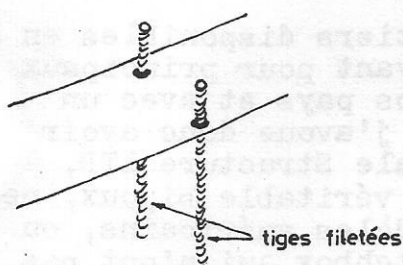

FIG. 10
- un autre moyen pour les bricoleurs avertis consiste à monter les rampes sur des tiges filetées, maintenues sur les parois du caisson au moyen d'un bloc de bois. Il sera donc aisé de régler la hauteur des rampes au moyen de deux écrous. Il est même possible dans ce cas d'incliner la rampe et ainsi lui donner un léger dévers (fig. 10, 11 et 12).